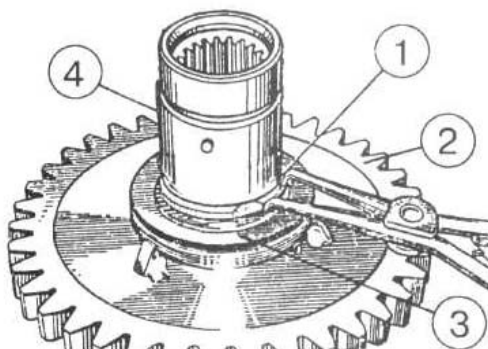

Рисунок 4.29
- з) снимите кольцо 1 (рисунок 4.29), стопорящее шестерню 2 на валу 4;